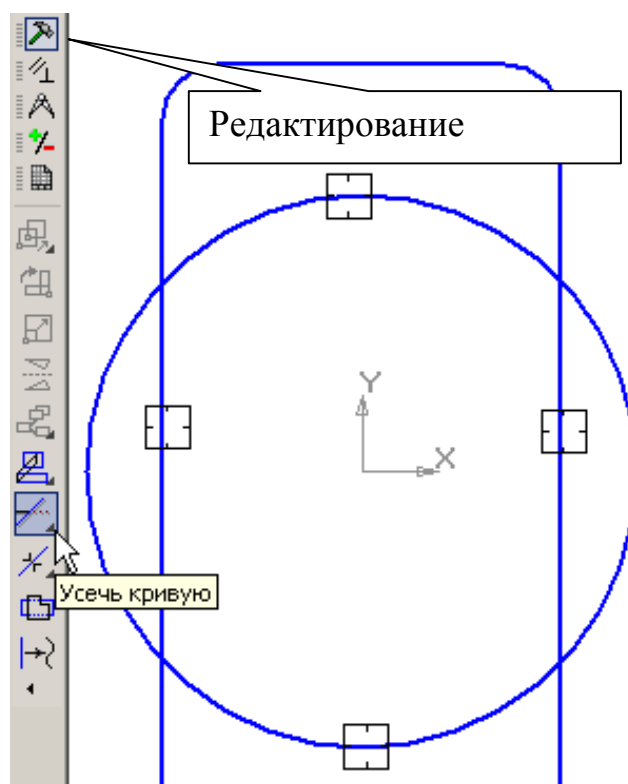

Рис. 5
3. Самостоятельно постройте окружность: основной линией без осей, с центром в начале координат, радиусом 80 мм, рис. 5.
4. Для удаления лишних линий на панели **Редактирование**  (рис. 5) сделайте активной команду **Усечь кривую** . Щелкните на лишних участках линий левой кнопкой мыши, рис. 5. Лишние линии будут удалены. Выполните центровую линию для окружности (на панели **Обозначения - Обозначение центра** ). Для облегчения фиксации положения центровых линий можно включить кнопку **Ортогональное черчение**  на панели **Текущее состояние**, или ввести значение угла наклона (0°) центральной линии на панели свойств.